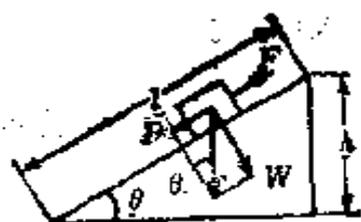

图 1.47 功的原理
**【例题】** 设图1.47的斜面,摩擦不计。物体重量为20kgf,斜面长为4m,倾斜角为 $30^\circ$ ,试求力所作的功。